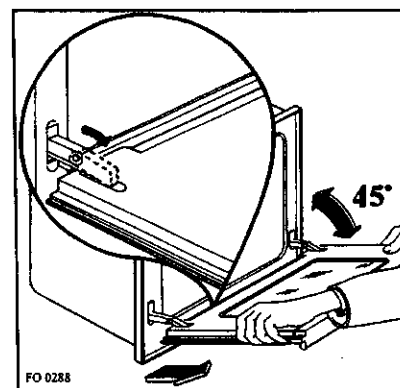

Рис.10
- б) Найдите шарниры, соединяющие дверцу с духовкой (рис. 10).
- в) Расцепите и поверните рычажки, которые находятся на двух шарнирах (рис.10).
- д) Осторожно снимите дверцу (рис. 10).